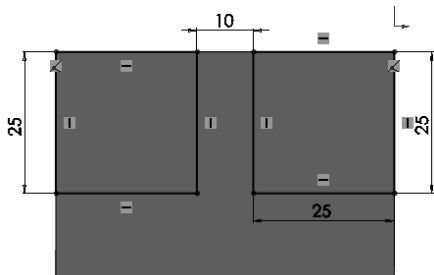

图 3-72 添加尺寸
**09** 添加尺寸。单击“草图”控制面板中的“智能尺寸”按钮，为草图添加尺寸，如图 3-72 所示。